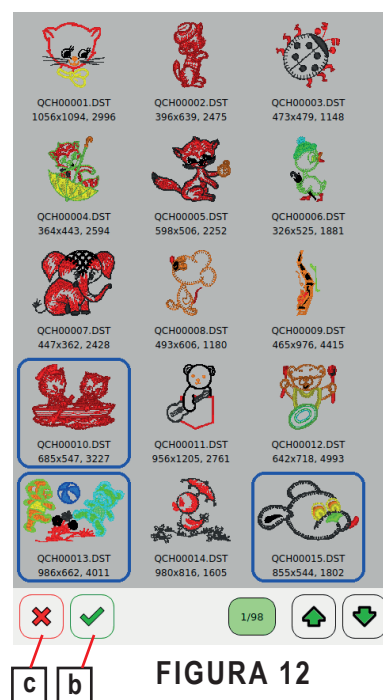

FIGURA 12
- (3) Em seguida clique na tecla para importa-los para a máquina, conforme indicado pela letra "b" na Figura 12.